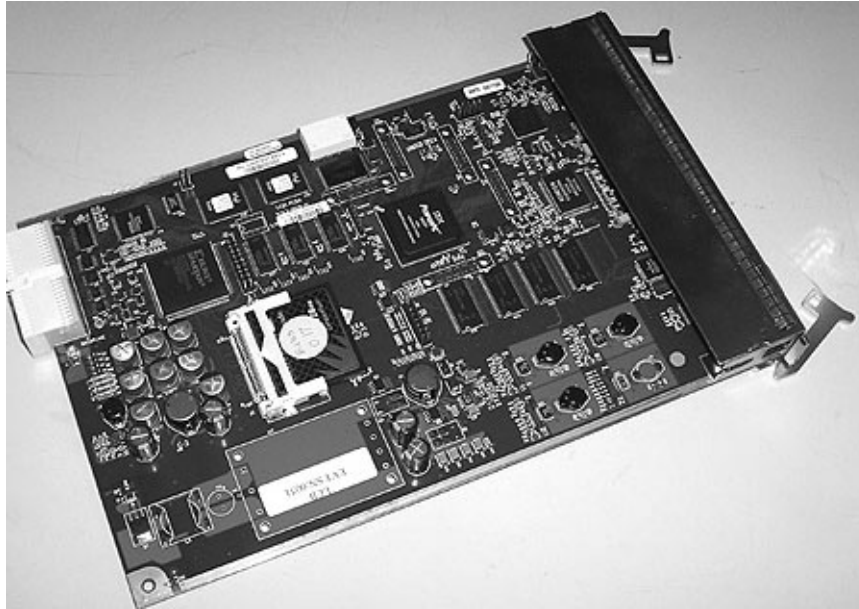

Figura 11-7. Placa de firmware do LCB
5. Depois que o LCB for removido do módulo de controle, coloque-o com cuidado (Figura 11-7 na página 11-12) em uma superfície plana e limpa.
Importante: NÃO toque nenhum componente na placa de firmware (consulte Figura 11-7). Segure a placa de firmware pela tampa de metal e apoie apenas pelo plano de aterramento de metal.